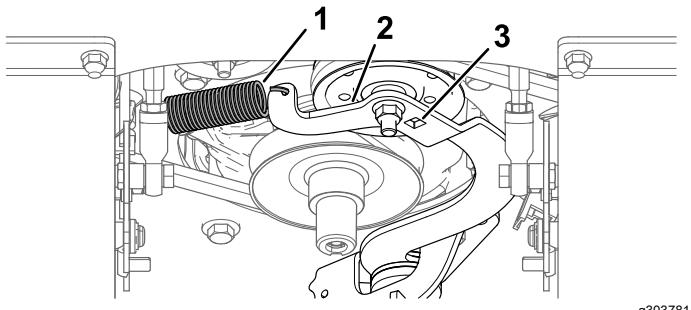

Figure 58
5. Insérez le rochet d'une clé à cliquet dans le trou carré du bras de la poulie de tension pour détendre la courroie (Figure 58).
9. Installez le ressort sur son ancrage. Avec la clé à cliquet et le rochet, tendez le ressort pour permettre à la courroie de passer par dessus le bord de la poulie de tension (Figure 58).